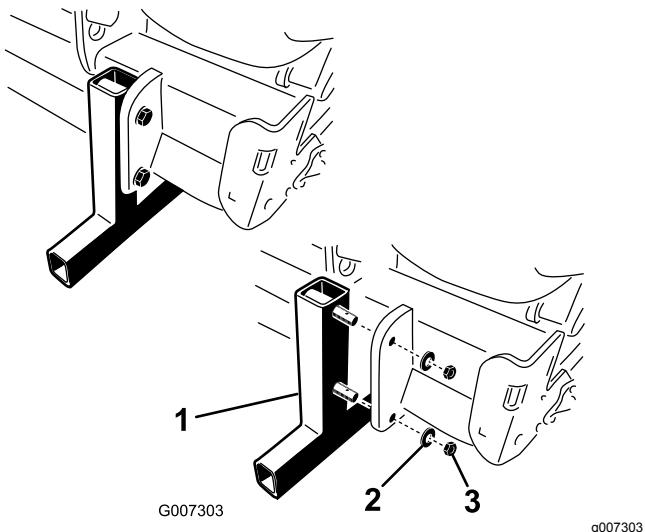

Figura 19
2. Retire as porcas e as anilhas de bloqueio que fixam os suportes de armazenamento ao arejador (Figura 19).
- 4. Insira os pinos de sujeição (incluídos nas peças soltas) nos pinos do suporte para armazenamento (Figura 19).